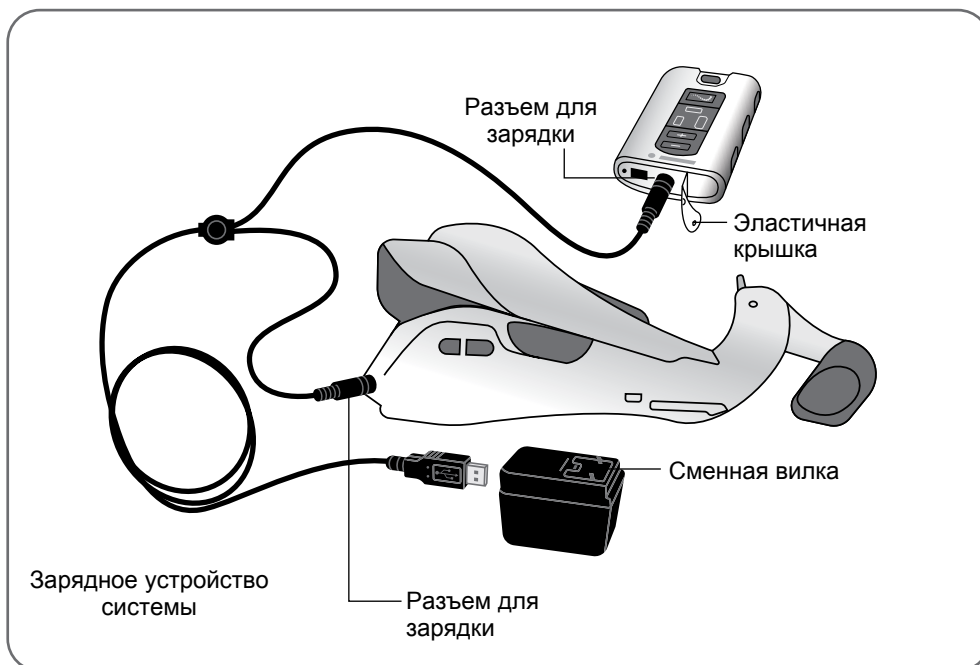

Рисунок 8-3. Схема зарядки
3. Подсоедините зарядное устройство системы к разъемам для зарядки на ортезе и блоке управления. Разъем для зарядки блока управления находится под эластичной крышкой. См. рисунок 8-3.